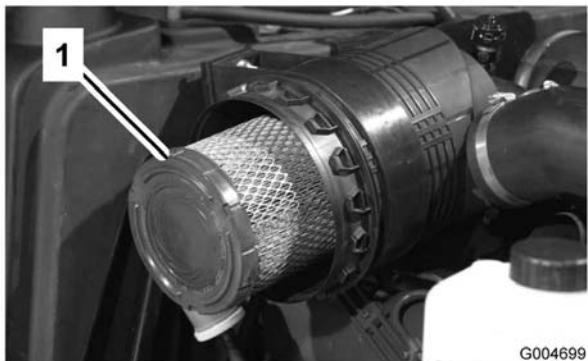
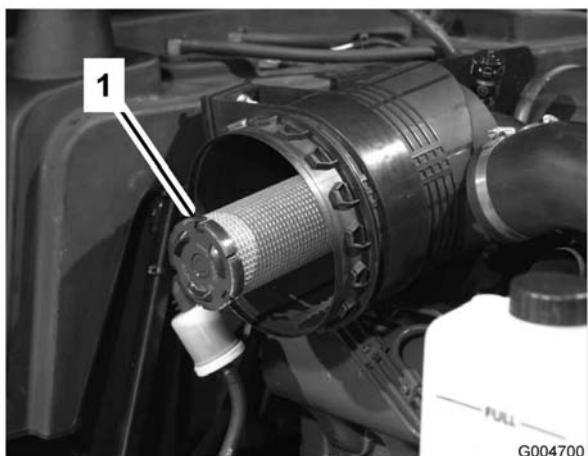

Figure 47
Figure 48
- Enlevez le filtre principal (Figure 47). Il est déconseillé de nettoyer les éléments usagés car cela risque d'endommager le matériau du filtre. Vérifiez que le nouveau filtre est en bon état ; contrôlez l'extrémité étanche du filtre et le corps. N'utilisez pas l'élément s'il est endommagé. N'enlevez **pas** l'élément de sécurité (Figure 48).
Important: N'essayez jamais de nettoyer l'élément de sécurité (Figure 48). Remplacez-le une fois sur trois, quand vous effectuez l'entretien de l'élément primaire.
- Remplacez le filtre à air principal (Figure 47).